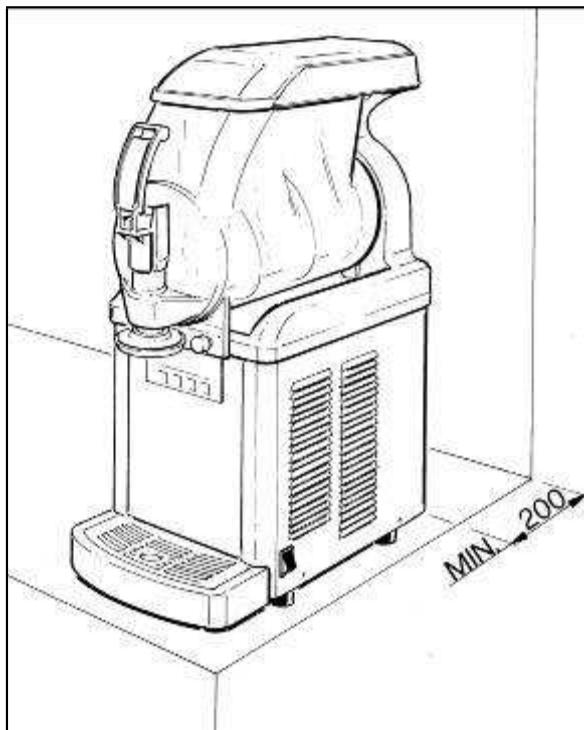

Abb. 2
- b) Das Gerät in einem trockenen Raum und fern von Wärmequellen auf einer waagrechten und soliden Unterlage aufstellen. Um eine ausreichende Belüftung des Unterbaus zu gewährleisten, muss um das Gerät ein Freiraum von mindestens 20 cm belassen werden (Abb. 2). Die Raumtemperatur muss zwischen 15 °C und 32 °C liegen (Klimaklasse N).